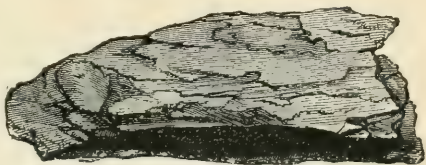

FIG. 25. — Fragment de schiste argileux.
25. — Les roches qui sont disposées par feuillets superposés sont appelées *schistes* (fig. 25) ou *roches schisteuses*. Elles sont assez communes.